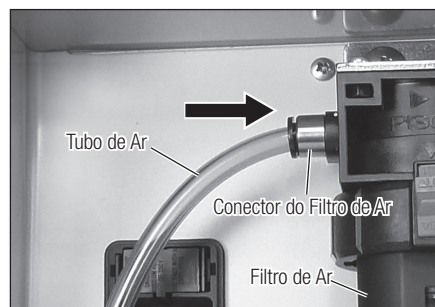

Fig. 1
- 1) Introduza firmemente o tubo de ar no conector do filtro de ar na parte posterior da unidade (Fig. 1).